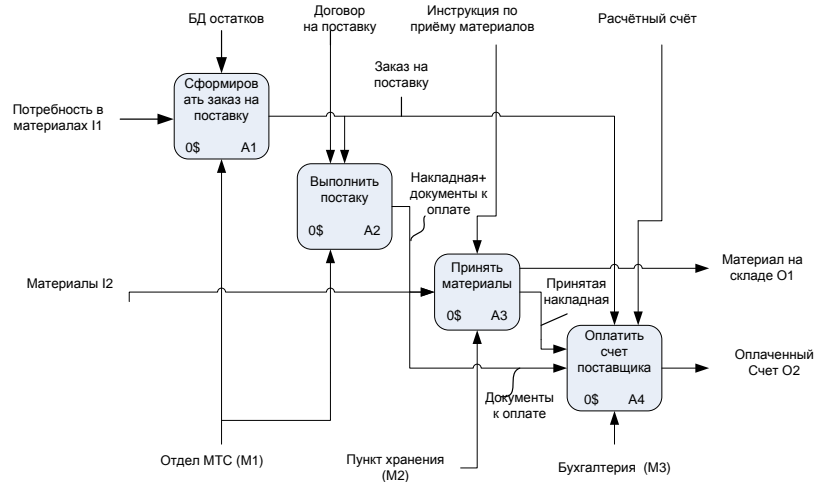

Рисунок 4 – Разветвление и объединение путей по принципу дезагрегации и агрегации
- Разложение объекта на компоненты (дезагрегация), которые в дальнейшем обрабатываются как самостоятельные объекты по своим путям (рис.4). например, объект-агрегат «Поставка» в процессе материально-технического снабжения разбивается на компоненты «Продукт», «Накладная», «Счет», которые в дальнейшем обрабатываются по самостоятельным траекториям различными исполнителями.